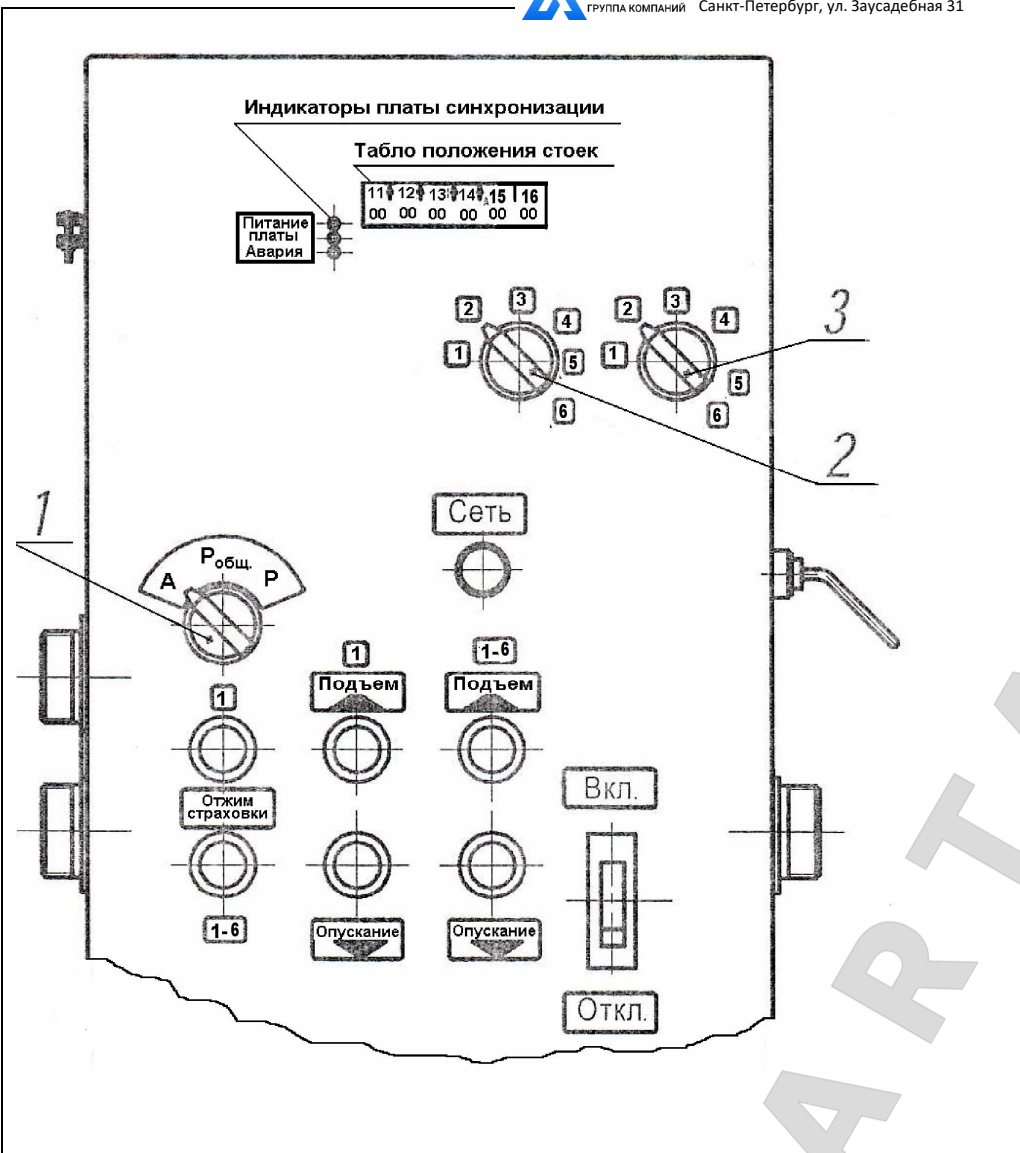

Рис. 7. Общий вид шкафа аппаратного мастер-стойки
7.2.2. Включить вводной автоматический выключатель на шкафу аппаратном, при этом должна загореться сигнальная лампа «СЕТЬ». Одновременно загораются сигнальные индикаторы питания платы синхронизации. (см. Рис. 7). Загорается табло положения каждой стойки относительно мастер-стойки (11, 12, 13,14,15,16).
7.2.3. Включить тумблер (поз.1 на Рис.7) управления режимом работы платы синхронизации подъема и опускания кареток, находящийся на дверце шкафа аппаратного, в положение «Робщ.». Кнопкой «ВВЕРХ» подвести подхваты до касания с беговой поверхностью покрышки колеса автомобиля.